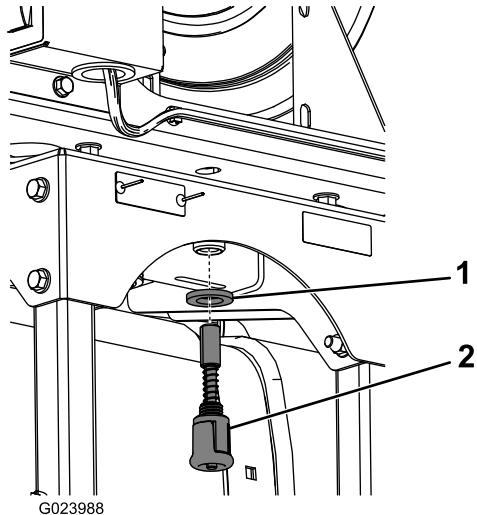

図 8
8. ホースリールフレームの下側に、大きいワッシャとスプリングピンを取り付ける（図8）。